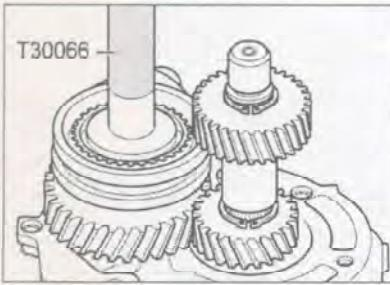

Рис. 7.223. Нагрев внутреннюю обойму игольчатого подшипника шестерни 5-й передачи до 100°C, напрессуйте шестернию до упора на вал.
91. Нагрев внутреннюю обойму игольчатого подшипника шестерни 5-й передачи до 100°C, напрессуйте шестернию до упора на вал (рис. 7.223).